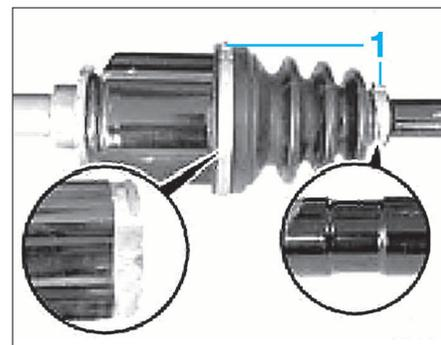

FIG. 15
- Mettre en place le soufflet neuf en s'assurant que ses bourrelets soient bien en place sur les gorges (1) (Fig.15).